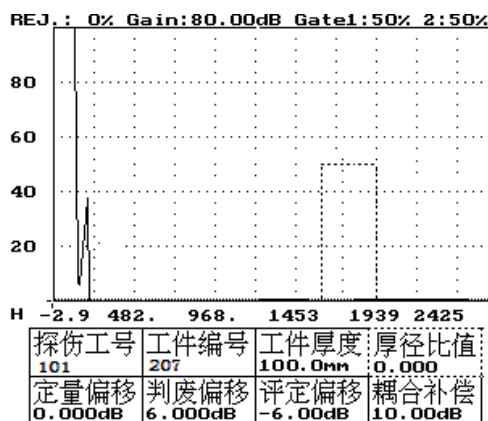

图 4-1
- 4、按方向键——将虚框移到厚径比值参数上。如图 4-1 所示。